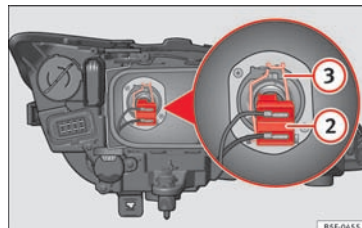

Fig. 104 Nærlys
- Træk stikket » Fig. 104 ② af pæren.
- Tag fjederen » Fig. 104 ③ af ved at trykke den ind og dreje mod højre.